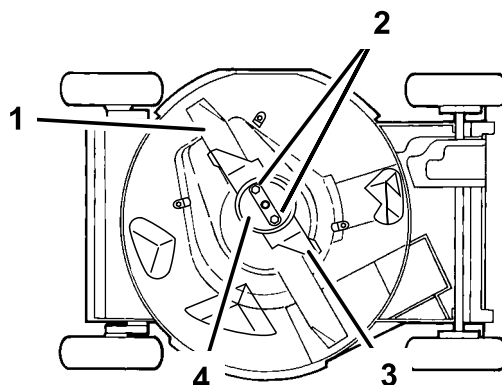

Figura 33
4. Inclinate il tosaerba sul lato **destra** (Figura 33).
Afferrate l'estremità della lama con un cencio o un guanto bene imbottito. Togliete i dadi della lama, la coppa antistrappo, l'acceleratore e la lama (Figura 33).
5. Togliete i due dadi della lama, la coppa antistrappo, l'acceleratore e la lama (Figura 33).